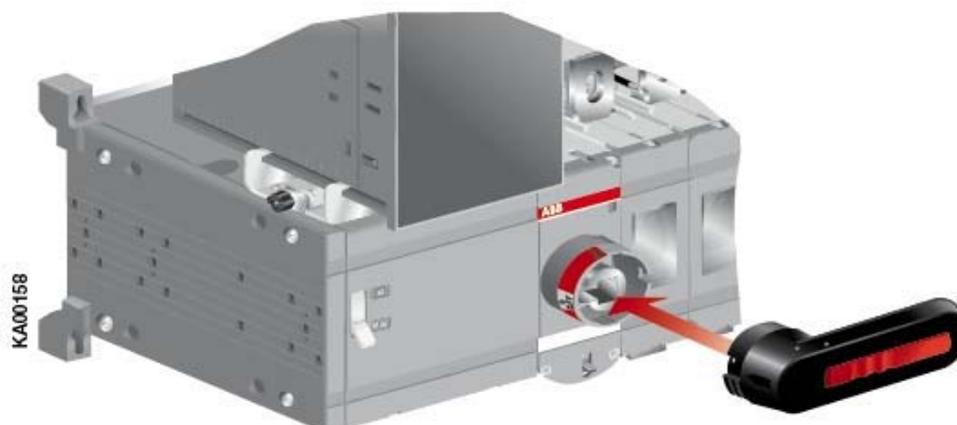

Рисунок 7.12 Установка рукоятки
2. Установите рукоятку на панели рубильника, толкая её до щелчка. Рукоятку можно установить в любом положении, см. рисунок 7.12.